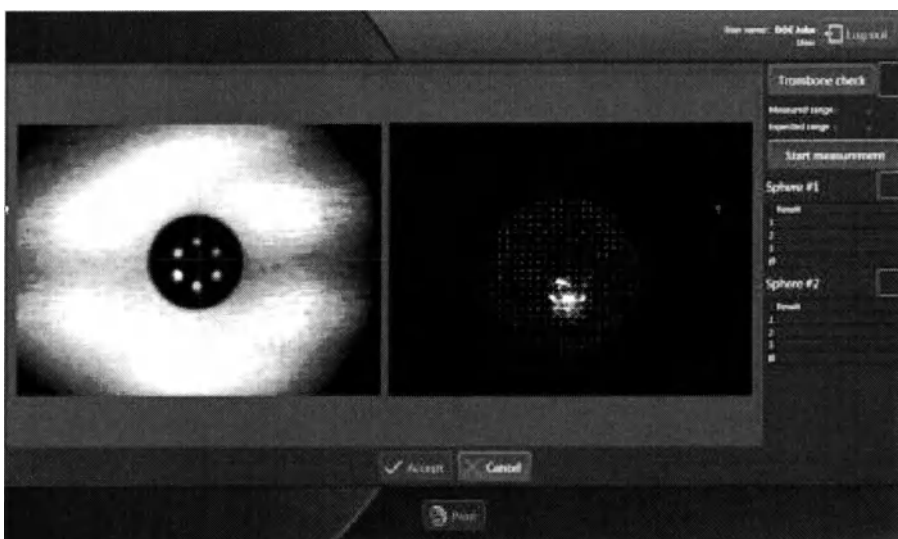

Рис. 63. Выравнивание: нерезкое изображение имитации зрачка
- нерезкое изображение имитации зрачка (рис. 63).